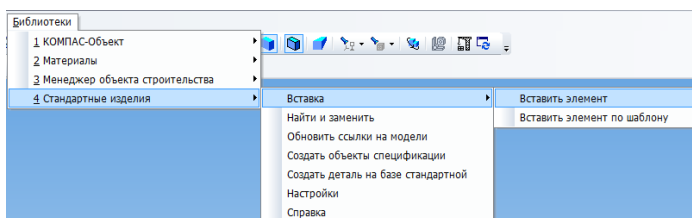
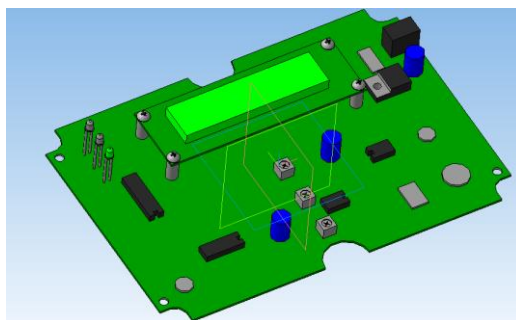

Рис. 4.3. Вызов библиотеки
Рис. 4.4. Плата с индикатором
6. Зафиксировать детали винтами М3. Винты находятся в библиотеке (рис. 4.3). Винты последовательным кликом на отверстия и поверхности устанавливаются на детали. (рис. 4.4).